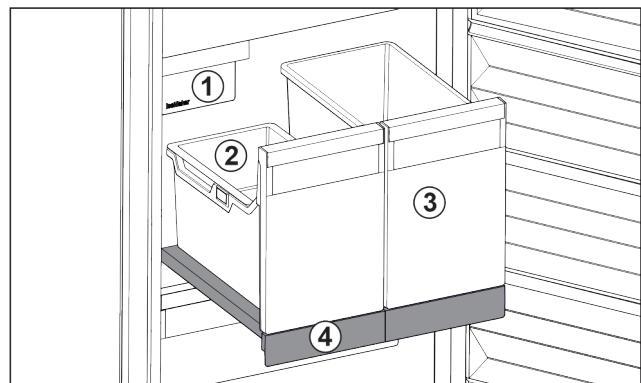

Fig. 117 Compartiment coulissant avec IceTower
- (1) IceMaker
- (2) Balconnet pour glaçons
- (3) Bac pour pizzas, boissons alcoolisées, etc.
- (4) Compartiment coulissant
Le compartiment coulissant comprend deux bacs hauts (IceTower). Le bac Fig. 117 (2) permet de recueillir et de stocker les glaçons de l'IceMaker. Les bacs Fig. 117 (3) sont conçus pour stocker des aliments hauts comme les pizzas et boissons alcoolisées.